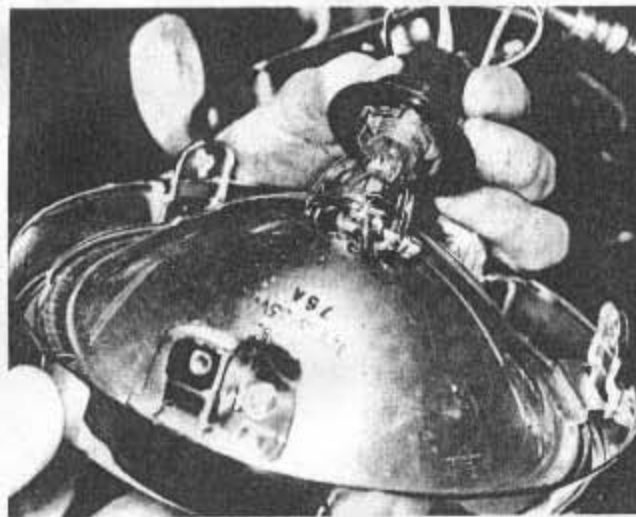
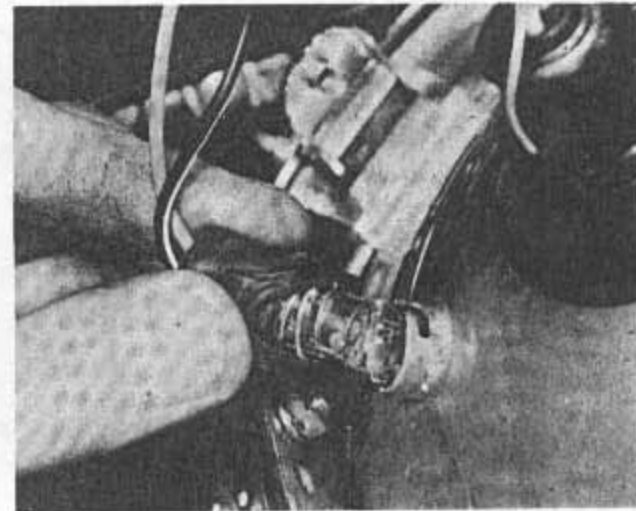

Bild 287
Bild 288
- Die meisten Modelle besitzen eine Hauptlampe, welche in der mittig im Reflektor sitzenden Lampenfassung eingefsteckt ist. Die Lampenfassung lässt sich nur in einer einzigen Stellung einsetzen. Sie wird durch einen Bajonettverschluss gehalten (Bild 287). Als Hauptlampe findet eine Zweifaden-glühlampe Verwendung. Die Standlichtglühlampe (6 Watt) sitzt mit einem Bajonettverschluss in ihrer Lampenfassung, welche in den Reflektor eingesetzt ist (Bild 288).